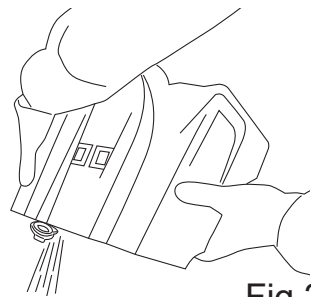

Fig.27
- Vider le réservoir (Fig. 27).